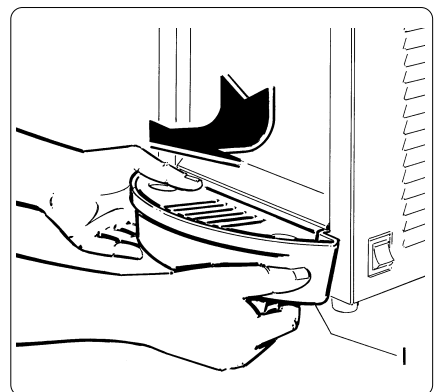

Abb. 9
- Beim Herausnehmen der Tropfenfangschale dieselbe vorne leicht anheben und dann herausziehen (Abb. 9).